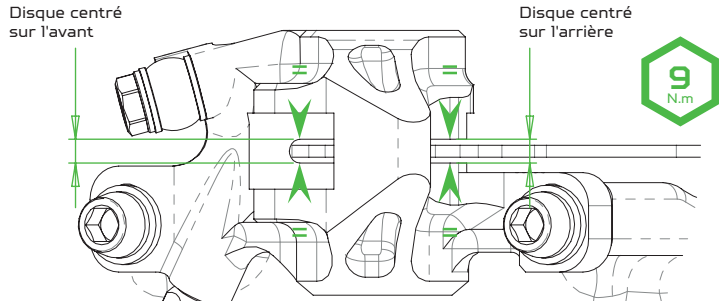

Fig 001
**004** Aux deux extrémités de l'étrier, ajustez sa position afin qu'il soit parfaitement placé, symétriquement par-rapport à la tranche du disque (voir flèches fig. 001). Serrez ensuite les 2 vis M6 à l'aide d'une clef Allen de 5mm. Couple de serrage recommandé : **8-9 N.m**.